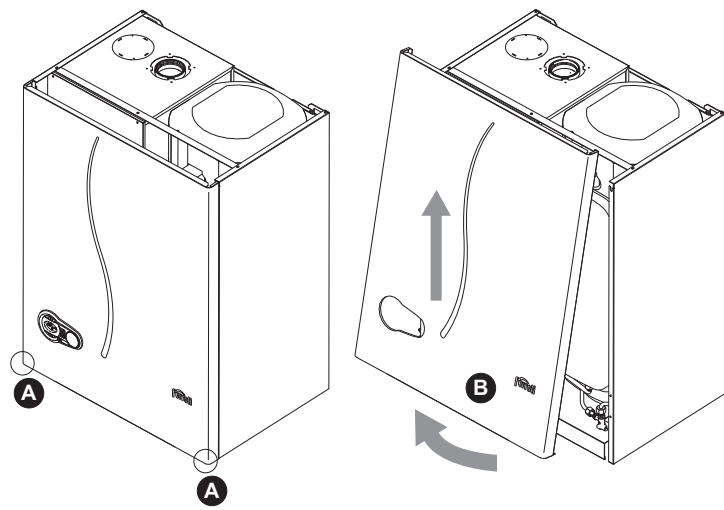

fig. 24 - Apertura pannello frontale
1. Svitare le viti **A** (vedi fig. 24).